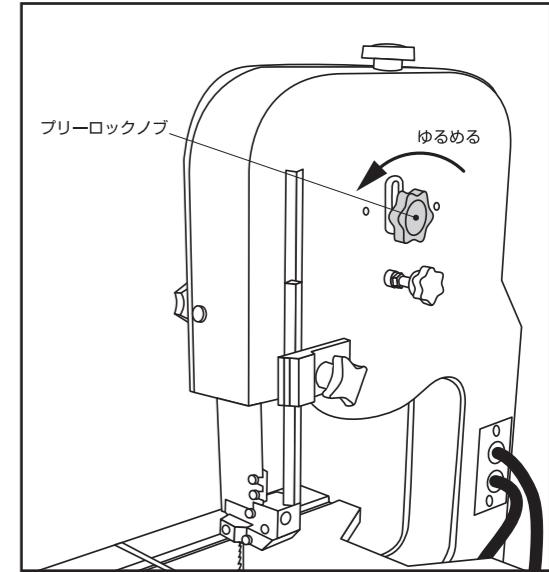

図13
- 本体背面のブリーロックノブを反時計周りに2~3回転ほど回して、ゆるめてください。この時、ロックノブをどれだけゆるめたかを記憶しておくと次に鋸刃を張る際に便利です。（図13）